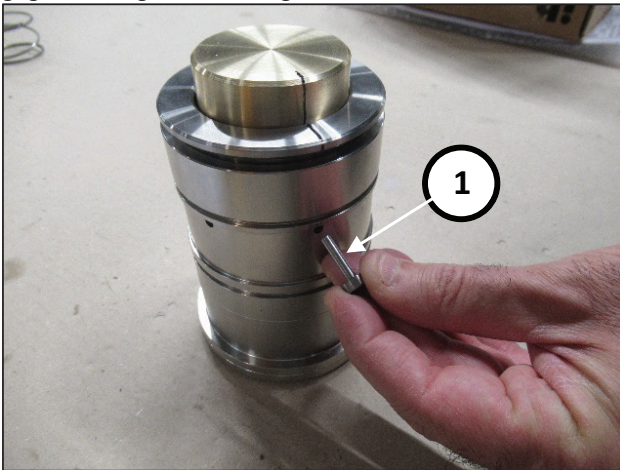

Abb. 184
Setzen Sie die Bolzen des Werkzeugs Art. 27945400 in zwei gegenüberliegende Bohrungen ein (Pos. ①, Abb. 184).